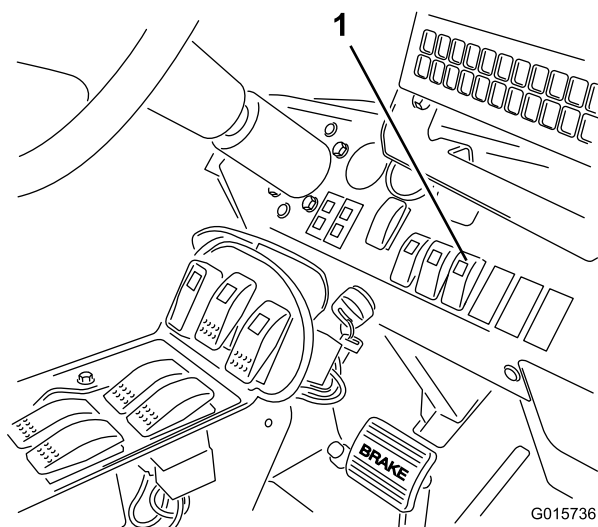

Figura 23
4. Ponga el interruptor del Sonic Boom del salpicadero en la posición de Auto (Figura 23).